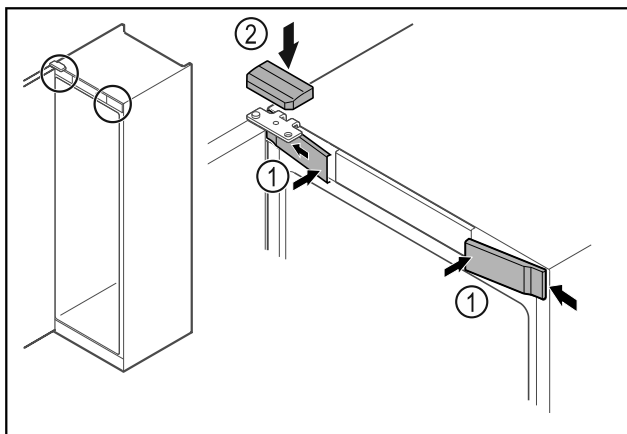

Fig. 27
- Įkabinkite priekines dengiamąsias plokšteles Fig. 27 (1) šone ir užfiksuokite.
- Užfiksuokite viršutinę dengiamąją plokštelę Fig. 27 (2) iš viršaus.